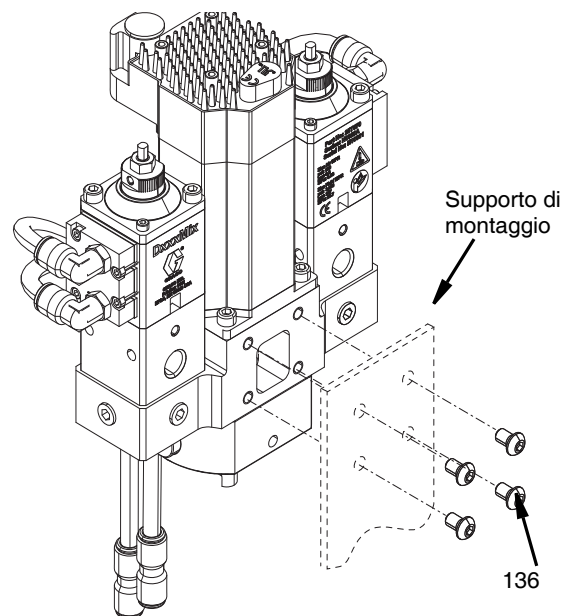

FIG. 26
La valvola di miscelazione dinamica Voltex viene rimossa dal dispositivo di montaggio svitando le quattro viti M6 - 1,0 x 10 (136). Vedere FIG. 26.